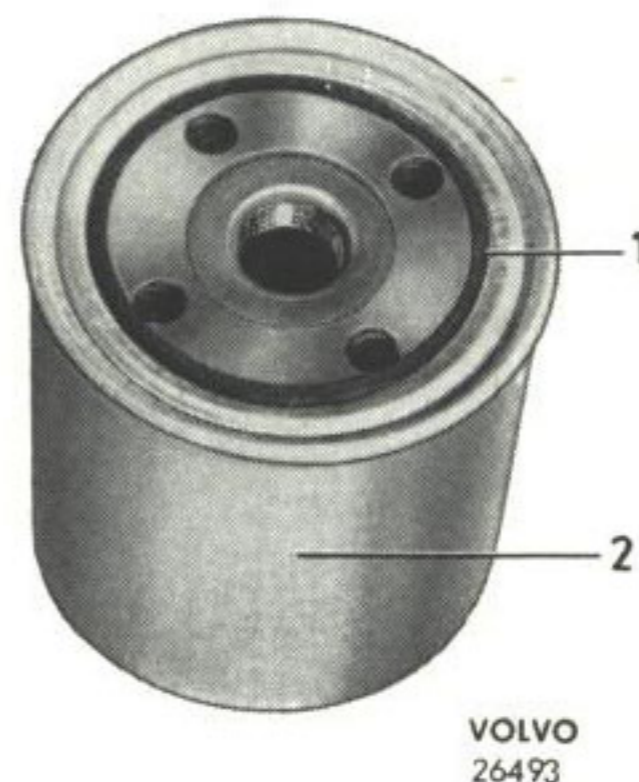

Bild 60. Renaren färdig att montera.
2. Stryk olja på den nya renarens gummipackning (1, bild 60) och se till att anliggningsytan för oljerenaren är fri från smuts. Packningen glider genom oljebestrykningen bättre mot tätningsytan. Skruva på renaren för hand tills den just berör blocket.